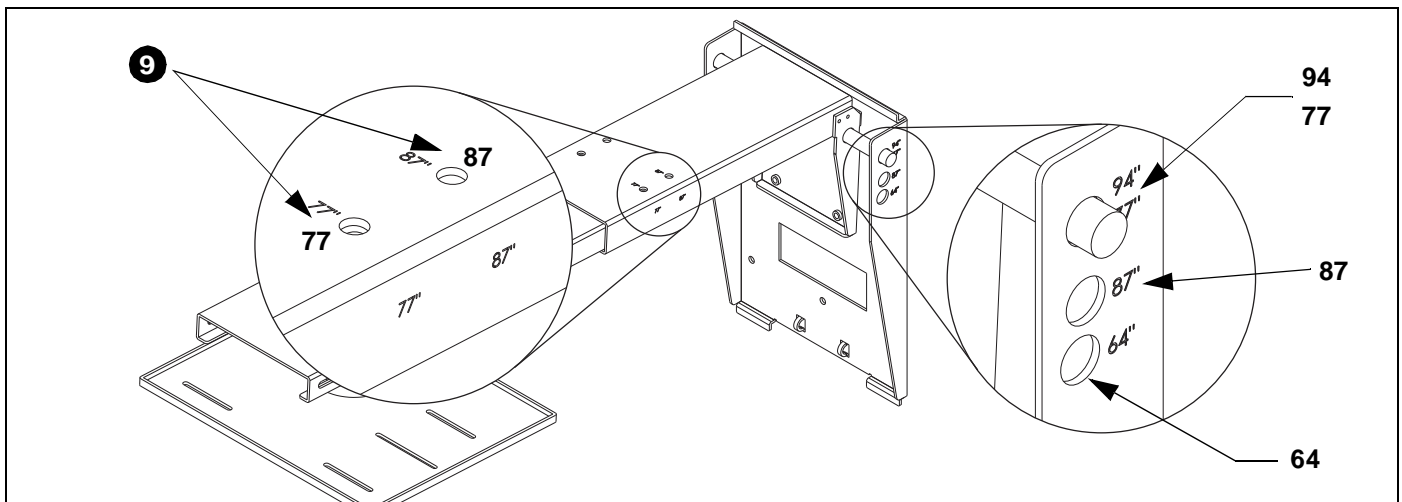

Figura 11
Consulte la figura 11 para colocar el brazo de extensión
9. Utilice las piezas de sujeción (que guardó en el paso 1) para conectar el brazo de extensión al soporte SMART Board. (Consulte la figura 11)